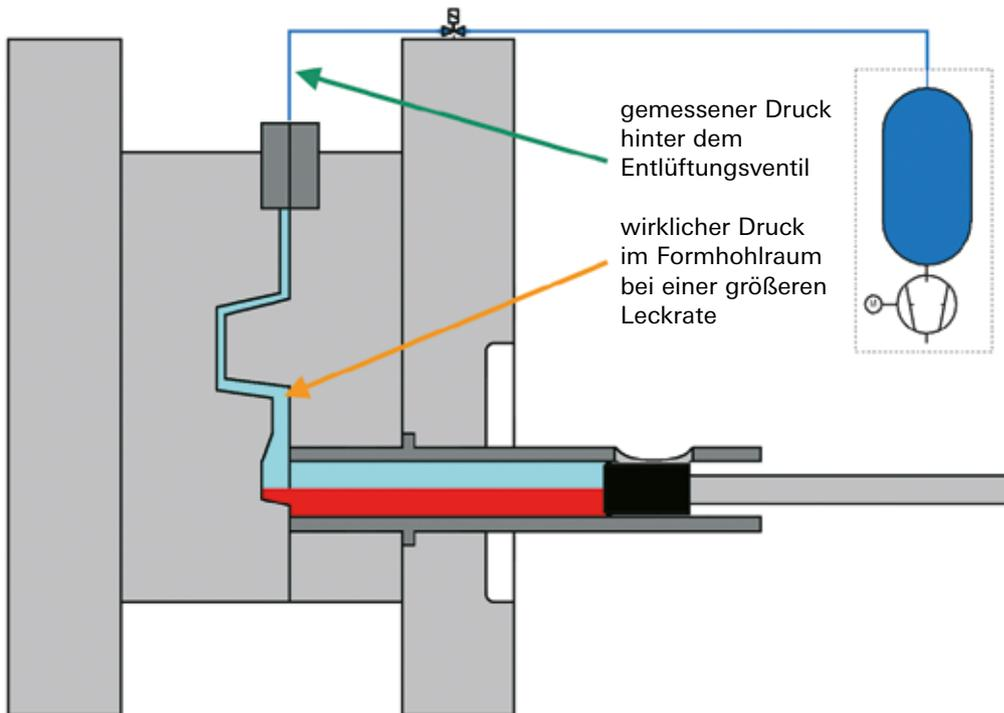

Bild 1a: Standard-Vakuumverfahren für Druckguss
- Beim „Standardverfahren“ (Bild 1a) wird, nachdem der Kolben an dem Einfüllloch der Gießkammer vorbeigefahren ist, ein auf Unterdruck gebrachter Behälter mit dem Formhohlraum in Verbindung gebracht